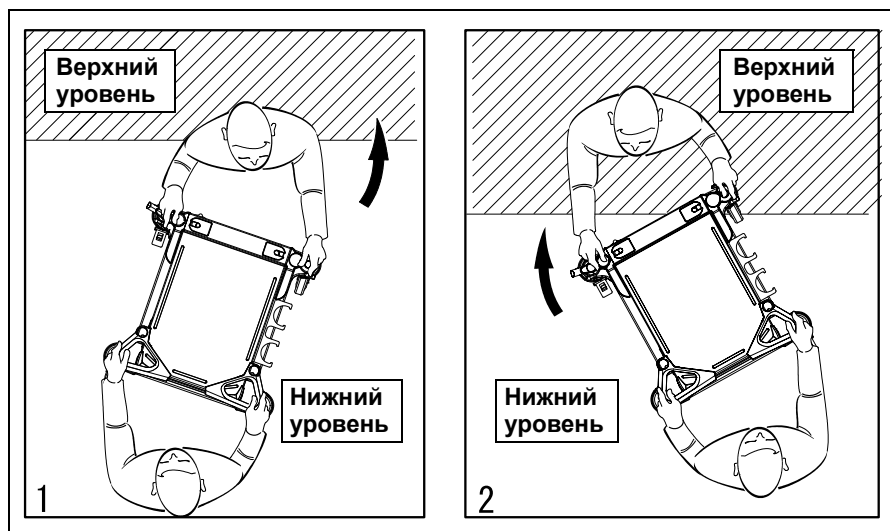

Рисунок 4.1
- При переезде данной тележки для электронного оборудования через выступ в полу или дверной порог поверните тележку и двигайте ее по диагонали, чтобы ролики перезжали через препятствие поочередно (см. рис. 4.1).